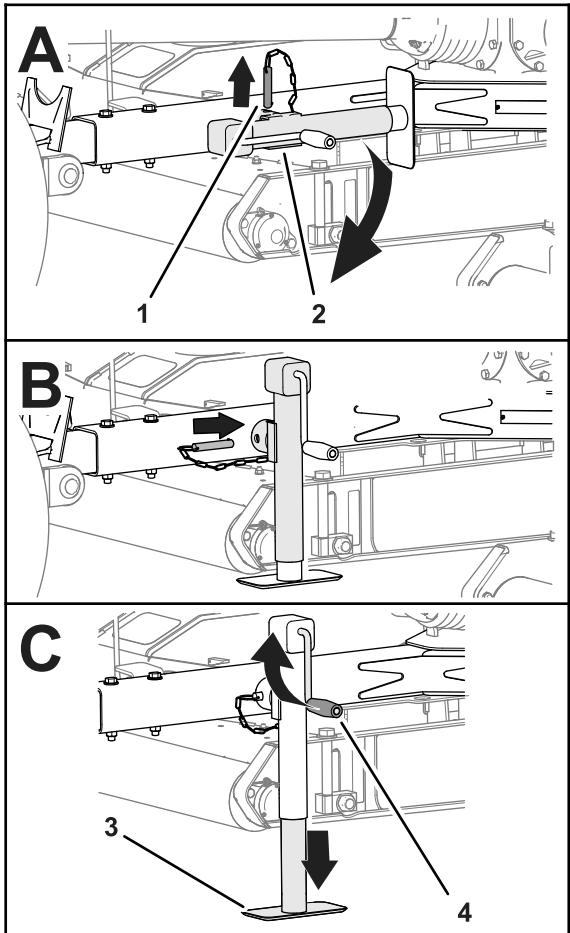

Figure 23
3. Retirez la goupille et faites pivoter le cric de la barre de remorquage à la verticale (Figure 23).
4. Alignez le trou de la barre de remorquage et le trou du cric (Figure 23).
5. Insérez la goupille dans les trous de la barre de remorquage et du cric (Figure 23).
2. Tournez la manivelle de cric pour relever complètement le pied d'appui du cric; voir Figure 23 à sous Soutenir la tondeuse avec le cric \(page 15\).